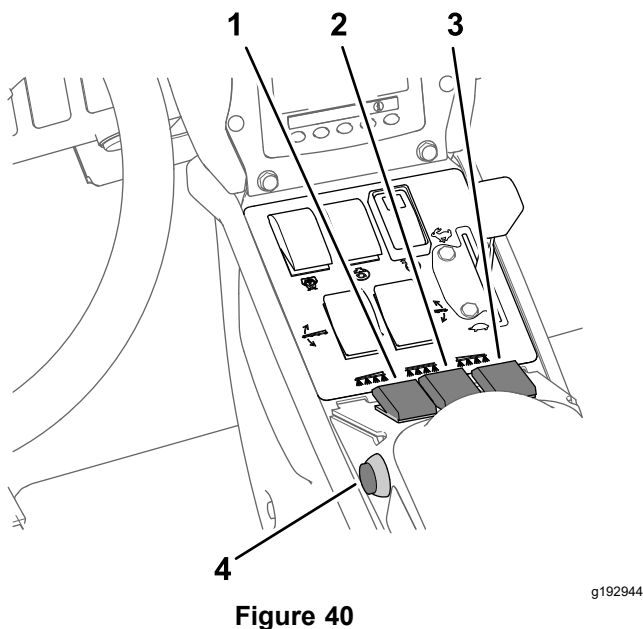

Figure 40
7. Placez le(s) interrupteur(s) de section en position ACTIVÉE (Figure 40).
10. Conduisez à la vitesse voulue, puis réglez la commande générale des sections en position MARCHÉ pour commencer la pulvérisation (Figure 40).
3. Placez la commande générale des sections en position ARRÊT; voir Figure 40 sous Pulvérisation en mode débit d'application \(page 39\).
7. Placez les interrupteurs des sections individuelles en position ACTIVÉE; voir Figure 40 sous Pulvérisation en mode débit d'application \(page 39\).
9. Conduisez à la vitesse voulue puis réglez la commande générale en position MARCHE pour commencer la pulvérisation; voir Figure 40 sous Pulvérisation en mode débit d'application \(page 39\).